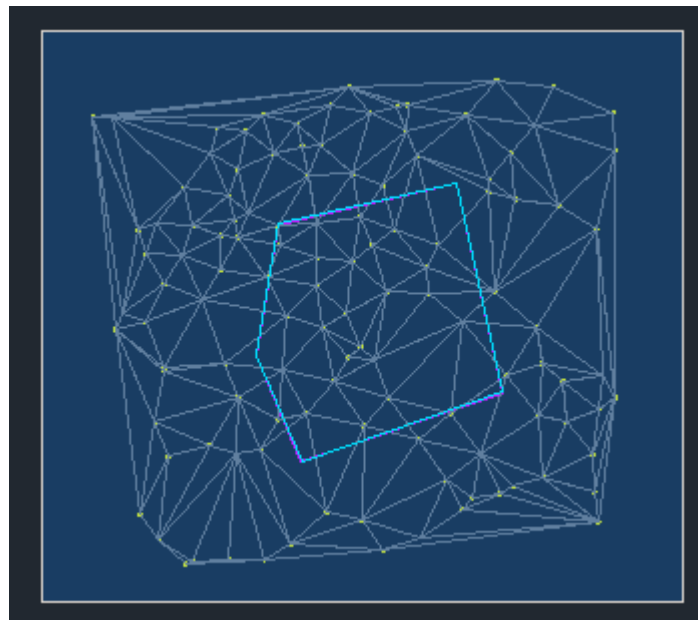

Fig. 3 Selección de puntos
6. Utilice la rutina para triangular puntos de proyecto (**Altimetría > Triangulación > Proyecto**). Seleccione todos los puntos por medio de una ventana de selección, sin importar incluir otros elementos aparte de puntos, ya que la rutina filtra de la selección los objetos válidos (Fig. 3).